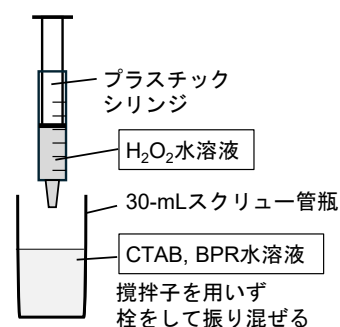

図7. BPR の酸化反応実験
(1) 10 本の 30-mLスクリュー管瓶に⑪～⑳と書いたラベルをそれぞれ貼り付ける。表6に示す体積のCTAB水溶液、純水、BPR水溶液をそれぞれ10-mLメスピペットではかり取り、スクリュー管瓶⑪～⑳に加え、**しっかりと栓をしてよく振り混ぜる**。純水は洗びんのキャップを外し、メスピペットではかり取ること。
- (2) 6-mLプラスチックシリンジで H_2O_2 水溶液 3.5 mLをはかり取り，スクリー管瓶⑪～⑮それぞれに素早く加えたら，**しっかりと栓をしてよく振り混ぜる**（図7）。1 本目のスクリー管瓶に H_2O_2 水溶液を加えた時刻を反応開始時刻とし，ストップウォッチを押す。
- (3) 10-mLメスピペットで純水 3.5 mLをはかり取り，スクリー管瓶⑯～⑳それぞれに加え，栓をしてよく振り混ぜる。これらをブランク溶液とする。